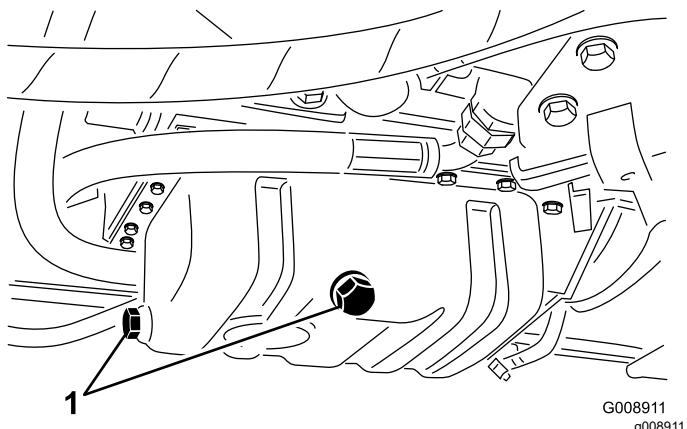

Figura 61
- Togliete il tappo di spurgo (Figura 61) e lasciate defluire l'olio in una bacinella.